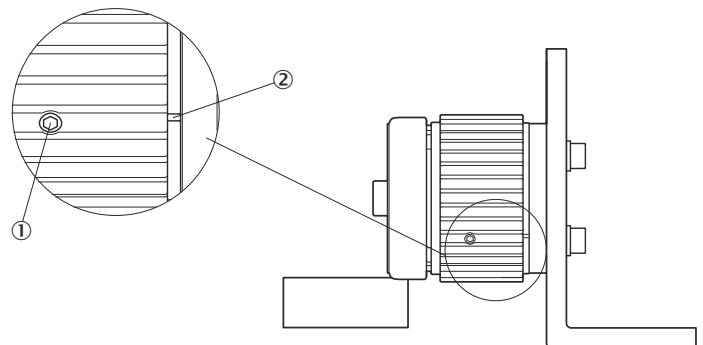

Abbildung 15: Krafteinstellung entgegen dem Uhrzeigersinn
- ▶ Ggf. die Feststellschraube (siehe Abbildung 15) lösen, damit der Feststellmechanismus bewegt werden kann.